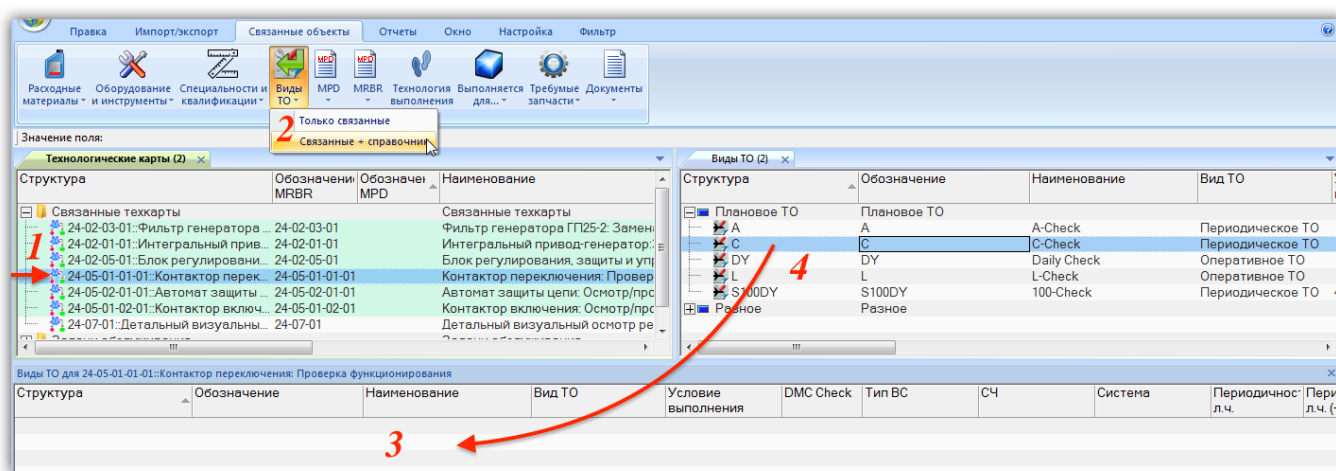

Рис. 12-43 – Создание связи ТК с видом ТО
- 2) Выбрать ТК в рабочем окне «Технологические карты» (1 на рис. 12-43).